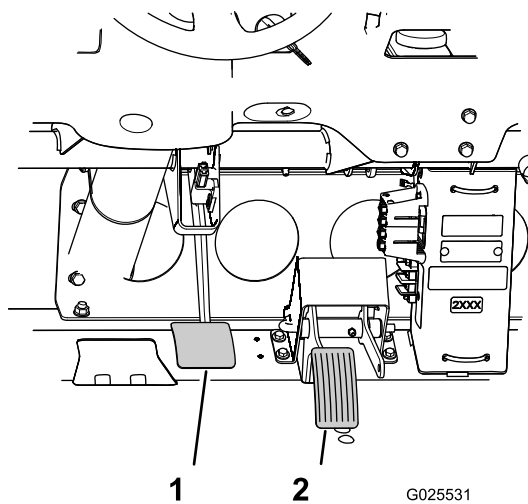

Figura 80
3. Sollevate il pedale del freno (Figura 80) fino a quando non viene a contatto con il telaio.